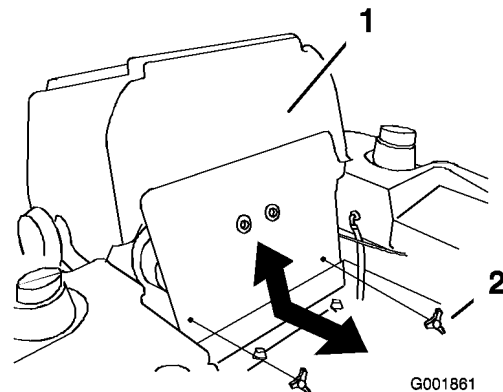

Figura 40
3. Inclíne el asiento hacia adelante y retire el panel delantero del motor (Figura 40).